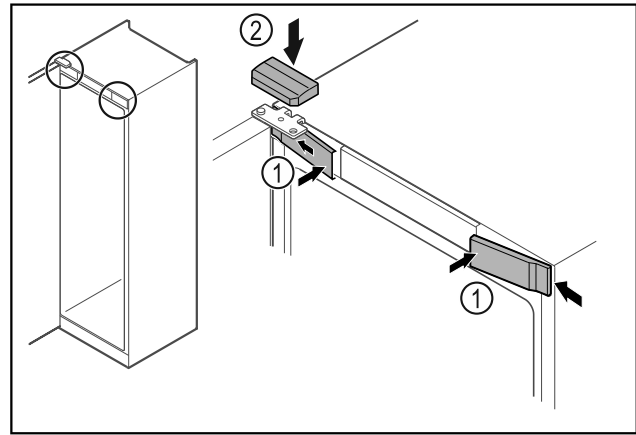

Fig. 51 *
- ▶ Зацепите сбоку и защелкните передние крышки Fig. 51 (1)*.
- ▶ Защелкните верхнюю крышку Fig. 51 (2) сверху.*